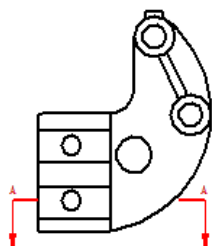

图 10.4.11 定义视图方向
(3) 定义视图方向。在剖切线正下方单击，完成视图方向的定义（图 10.4.11）。